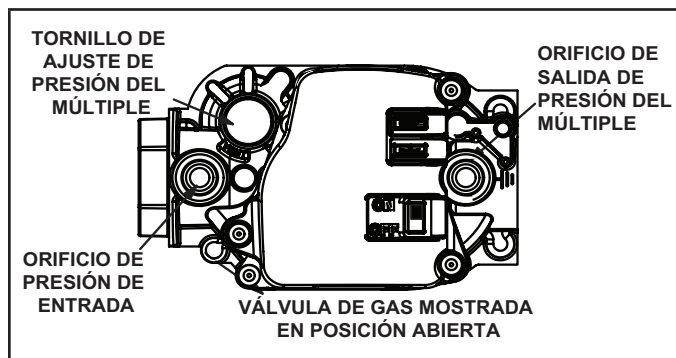

Figura 60
Operación de la válvula de gas (Figura 60)
- 6 - Mueva el interruptor de la válvula de gas a la posición APAGADO. Ver Figura 60.
- 8 - Mueva el interruptor en la válvula de gas a la posición ENCENDIDO. Ver Figura 60.